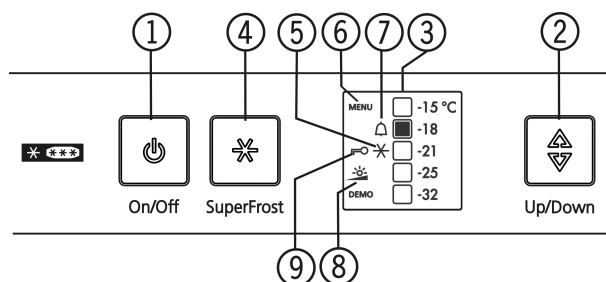

Fig. 3
- Symbol SuperFrost *Fig. 3 (5)* bliká spolu s indikátorom teploty.